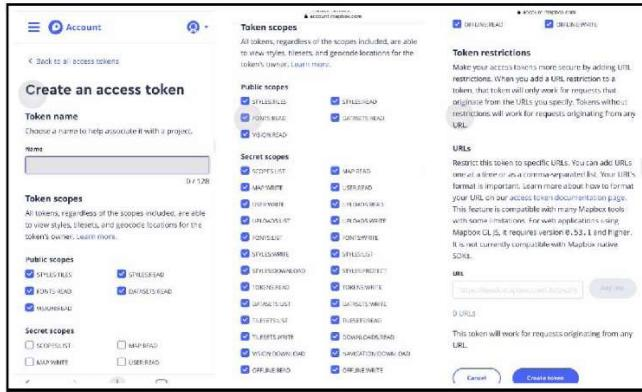

Figura 4
2.5 Introduzca la clave del token y seleccione los ajustes de la aplicación, luego haga clic en "crear token" (Ver Figura 4).